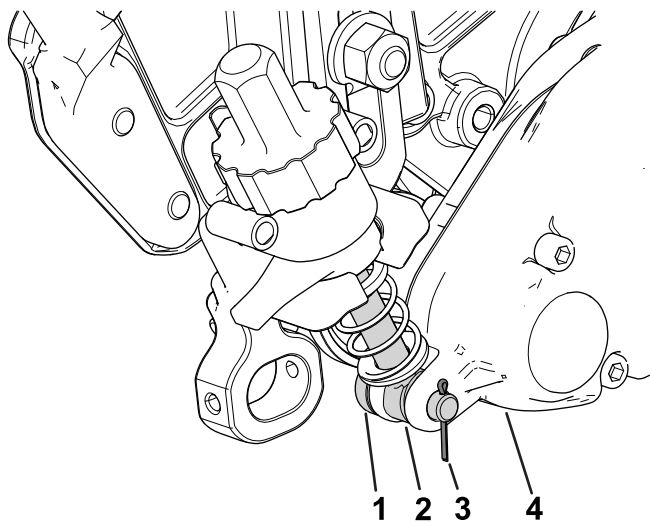

图 12
3. 将靠近疏草刀驱动箱的调整臂组件杆滑入驱动箱上的间隙然后用调节销和开口销固定 图 12。